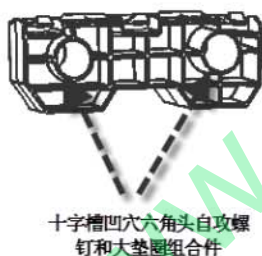

图 2-3-1 后保险杠左后支架拆卸示意图
- (1) 用 10#套筒将图 2-3-1 所示的 2 个与车身连接的六角头螺母卸下;